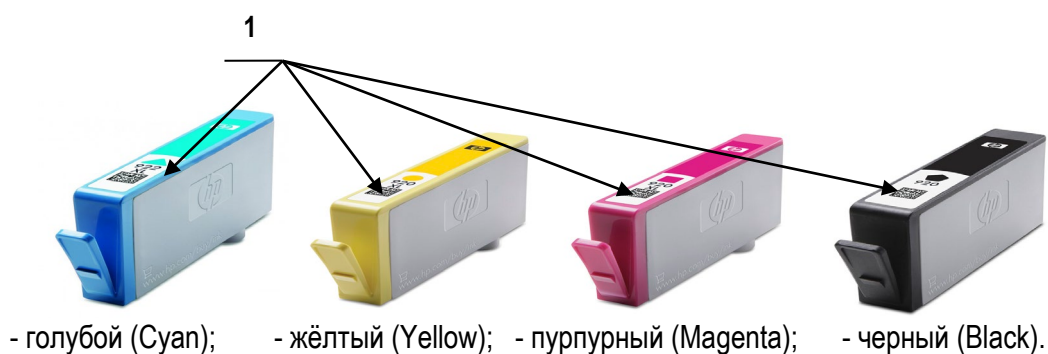

Рисунок 7 – Этикетки с идентификационными номерами картриджей
- на этикетке картриджа (поз.1 на Рис. 7);